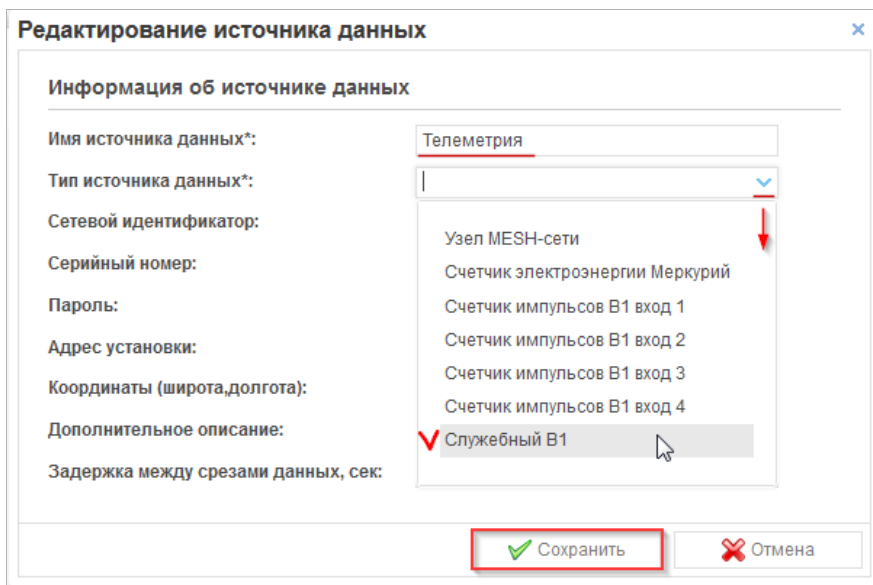

Рис.10. Сервер TELEOFIS. Добавление служебного канала.
2. Задайте **имя источника** (например, “Телеметрия”) и **тип источника** (выберите **Служебный В1** из выпадающего списка) (Рис.10). Остальные поля опциональны.